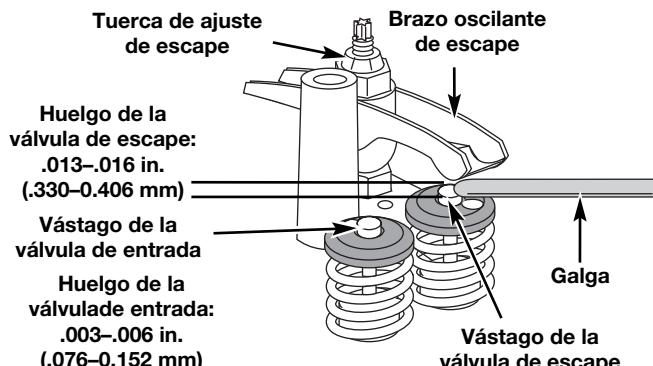

Fig. 38
El huelgo recomendado para las válvulas de entrada es .003 – .006 pulgadas (.076 – 0.152 mm). El huelgo recomendado para las válvulas de escape es .013 – .016 pulgadas (.330 – 0.406 mm). Use una galga regular de automóvil de .005 y .015 pulgadas (0.127 y 0.381 mm). La galga debe deslizarse entre el brazo oscilante y el vástago de la válvula con una ligera cantidad de resistencia, sin doblarse (Fig. 38).
- a. Gire la tuerca de ajuste con una llave de 5/16 pulgadas (8 mm) o una guía de tuercas (Fig. 38).